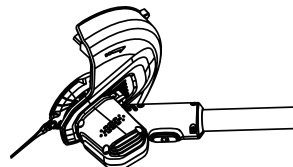

Fig. 10-2
- Relâchez le bouton et assurez-vous que la tête de la tondeuse est sécurisée en place. (Fig. 10-2)